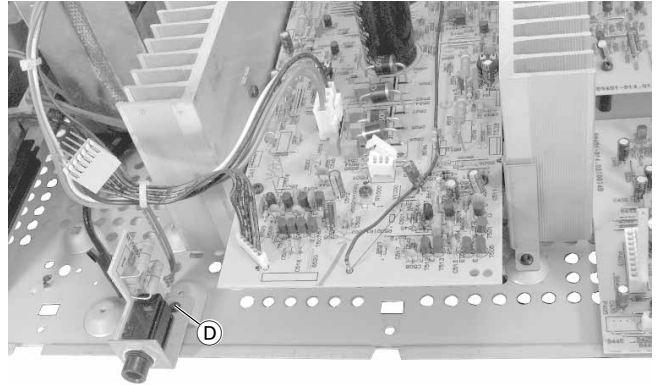

Fig. 4
- Schraube (D) herausschrauben (Fig. 4).
- Undo screw (D) (Fig. 4).